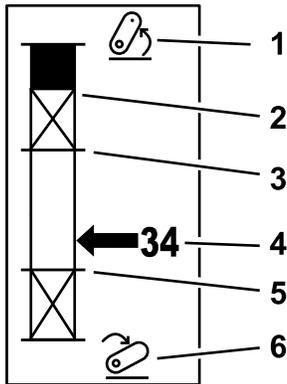

図 22
2. アウトクロスを始動させ、表示画面をステータス表示にして3点ヒッチの高さを表示させる 図 22。
3. 3点ヒッチを上げ下げして、移動走行位置、旋回位置、最大作業位置、最小作業位置、それぞれにおける現在のヒッチの位置表示される数値を記録する 図 22。
3点ヒッチ式アタッチメントの最大上昇高さです。この位置の設定は、アタッチメントに許される最大高さまたは、PTOシャフトを駆動していない状態での最大高さのうち低い方の高さに設定します。この時にステータス表示に表示される高さ位置をメモしておいて、インフォセンターのパラメータ設定画面で入力してください 図 22。
このパラメータは、パドル操作する3点ヒッチアタッチメントでのみ必要です。これは、アタッチメントが「旋回」中または障害物を避けるために上昇させられている時の3ポイントの自動位置です。実際に3点ヒッチアタッチメントを上昇させ、アタッチメントが自然状態のターフの谷間を損傷しないことを確認してください。この時にステータス表示に表示される高さ位置をメモしておいて、インフォセンターのパラメータ設定画面で入力してください 図 22。
ておいて、インフォセンターのパラメータ設定画面で入力してください 図 22。
アタッチメントを、許される最低位置まで下降させ、この時にステータス表示に表示される高さ位置をメモしておいて、インフォセンターのパラメータ設定画面で入力してください 図 22。